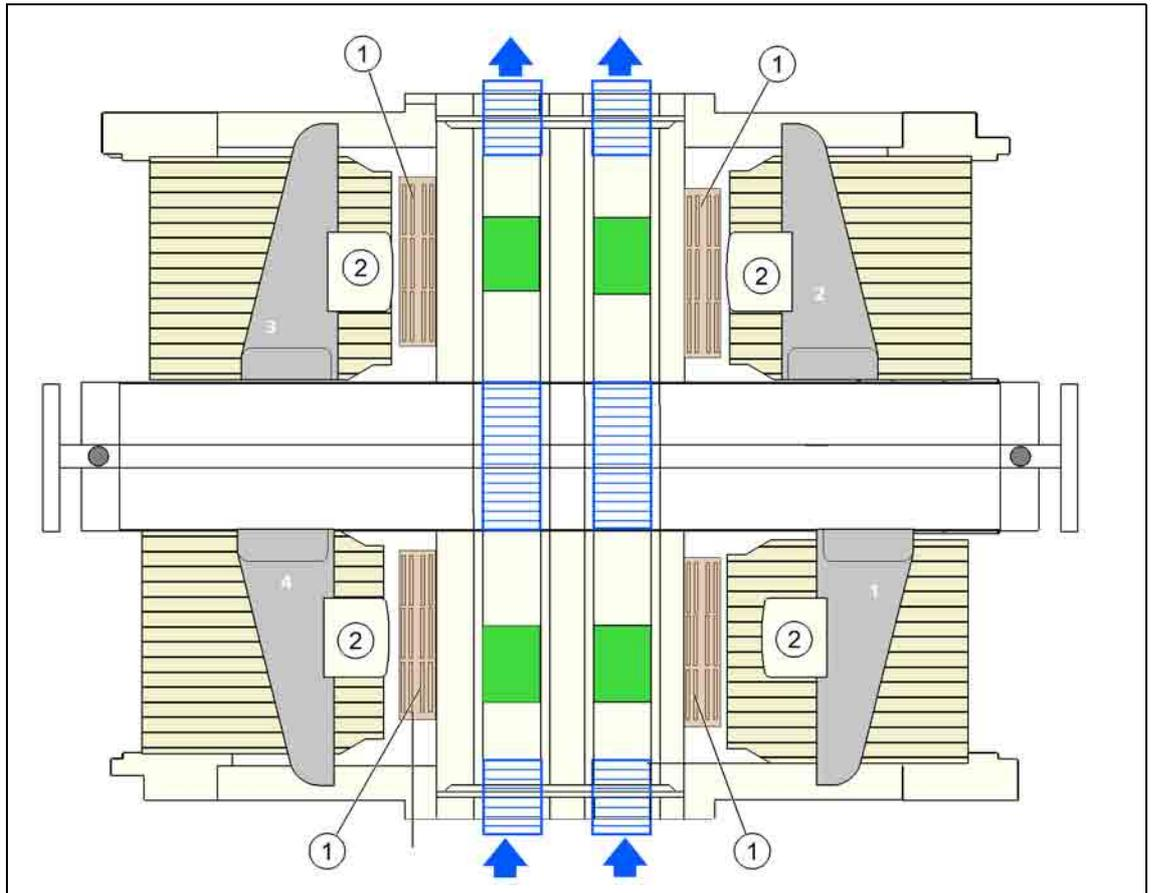

图 6.1 - 2 SIPLACE SpeedStar 的吸嘴交换器位置 - 配置示例 (SX4)
- 位置 2 和 4 处的贴片头不能访问最里面的两个吸嘴盘（图 6.1 - 2 中的 2）。